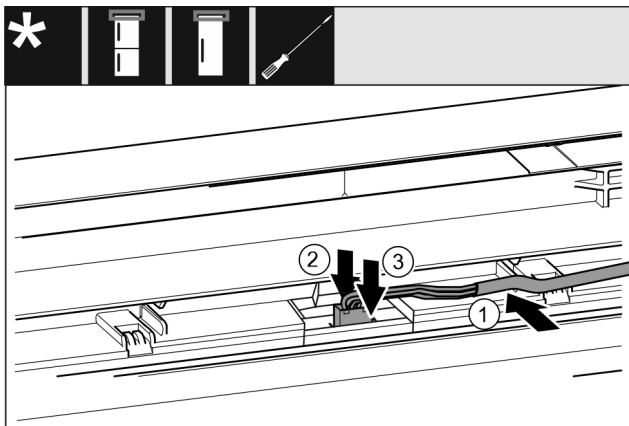

Fig. 32
- ▶ Aseta harmaa johto ylemmässä ovela olevaan ohjaimen. Fig. 32 (1)
- ▶ Paina lukitusnokka taaksepäin Fig. 32 (2)
- ▶ Anna pistokkeen lukittua paikoilleen. Fig. 32 (3)